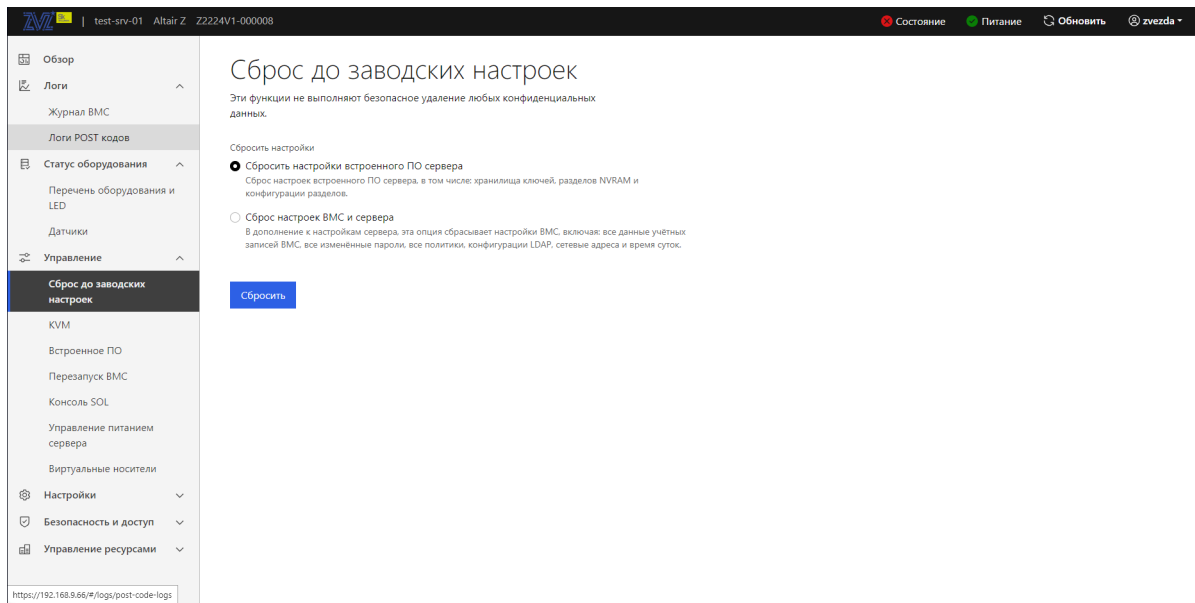

Рис. 77. Окно «Сброс до заводских настроек»
- 2) Пройдите во вкладку «Управление» → «Сброс до заводских настроек» в данной вкладке осуществляется сброс настроек сервера до заводского состояния. В поле «Сбросить настройки» выберите сброс тех настроек которые вы хотите произвести (сброс настроек встроенного ПО сервера либо сброс настроек BMC и сервера) и нажмите кнопку «Сбросить». Окно показано на рис. 77 Окно «Сброс до заводских настроек»